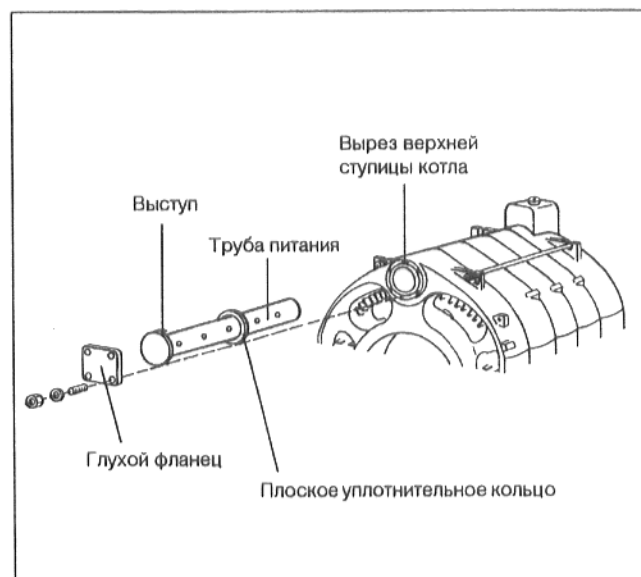

рис. 17
- Надеть плоское уплотнительное кольцо на трубу питания (рис. 17).
- Вставить трубу питания согласно рис. 17 спереди в верхнюю ступицу котла.
- ☞ Выступ (рис. 17) на закрывающей пластине трубы питания должен войти в вырез верхней ступицы котла. Благодаря этому труба питания фиксируется таким образом, что выходные отверстия трубы питания всегда направлены под углом 30° вверх, в результате чего обеспечивается оптимальное распределение воды в зоне верхней ступицы котла.